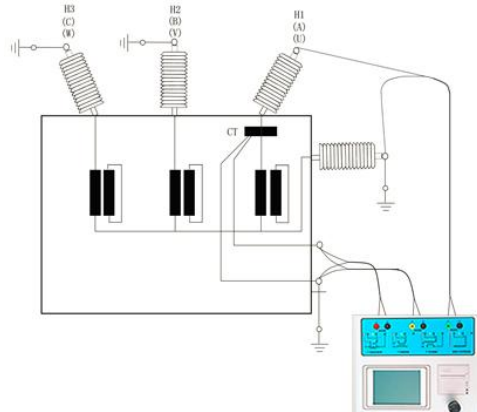

图 C.3 变压器上套管 CT 接线方式
2. 测试仪进行变压器套管 CT 测试时的接线方式如图 C.3 所示。